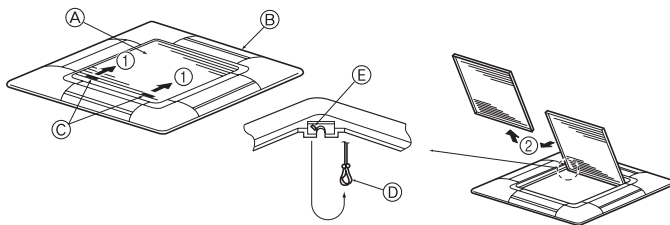
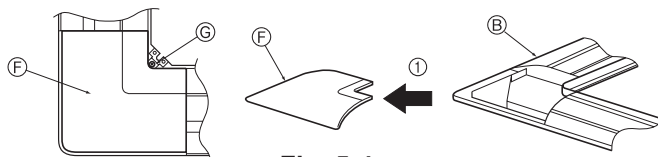

Fig. 5-3
Fig. 5-4
5.2.1. Das Ansauggitter abnehmen (Fig. 5-3)
- Zum Öffnen des Ansauggitters die Hebel in die Richtung, die durch Pfeil ① gekennzeichnet ist, schieben.
- Das Scharnier des Ansauggitters bei geöffnetem Ansauggitter (Position "offen") vom Gitter wie durch Pfeil ② gekennzeichnet, abnehmen.
5.2.2. Die Eckplatte abnehmen (Fig. 5-4)
- Die Schraube von der Ecke der Eckplatte abnehmen. Die Eckplatte wie durch Pfeil ① gekennzeichnet schieben, um so die Eckplatte abzunehmen.